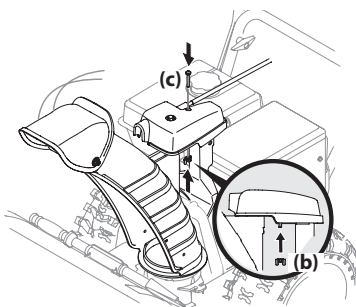

Figure 2-38
4. Utilisez la vis hex. (c) et l'écrou à oreilles (b) pour terminer l'installation de la goulotte sur la tête de commande. Voir la Figure 2-38.